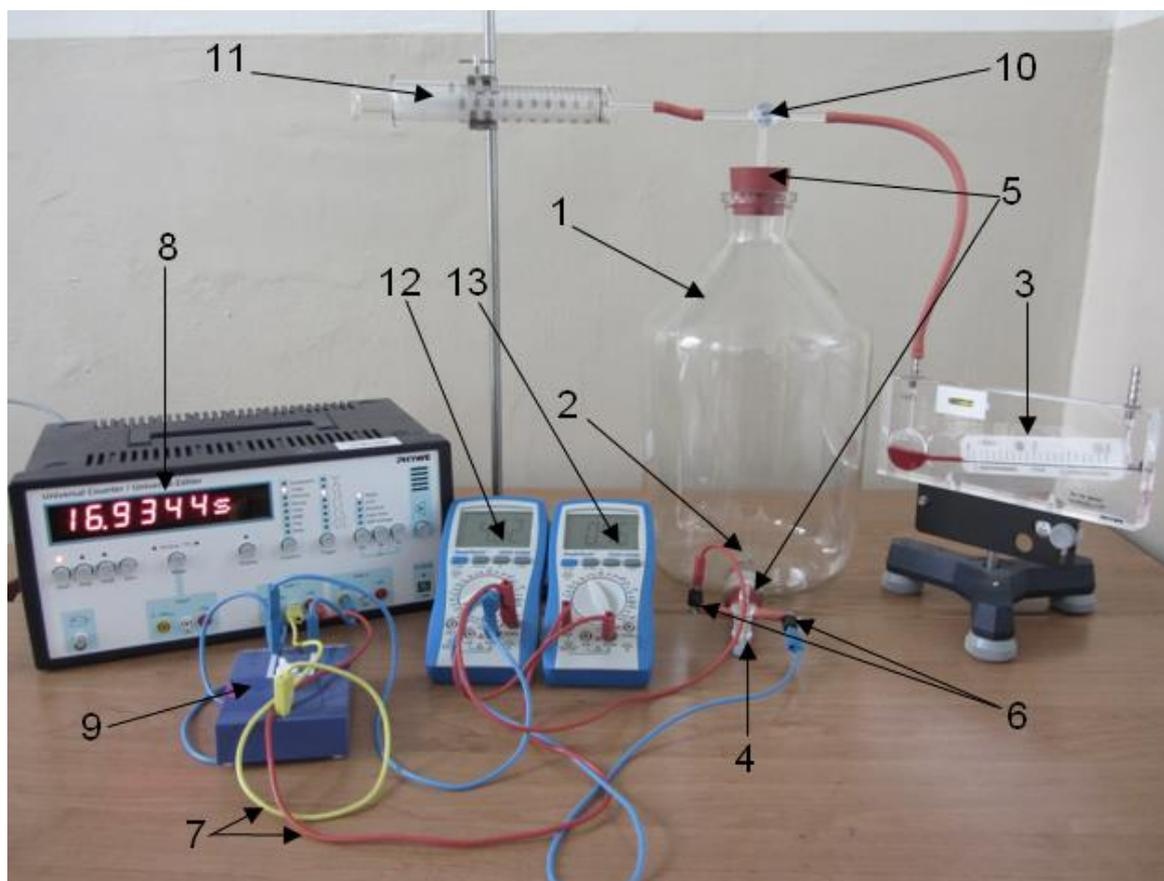

Рис. 1. Установки для измерения теплоемкостей воздуха:
Экспериментальная установка для измерения  $C_V$  и  $C_P$  показана на рис.1. Тепло сообщается газу, находящемуся в стеклянном сосуде (1), электрическим нагревателем (2), включаемым на короткое время. Увеличение температуры газа при изохорических условиях приводит к росту давления, которое измеряется манометром (3). При изобарических условиях увеличение температуры приводит к увеличению объёма газа, которое определяется с помощью газового шприца (11) с поршнем. Молярная теплоёмкость  $C_V$  и  $C_P$  вычисляется по изменению давления и объёма, соответственно. Отверстие в нижней части сосуда на рис. 1 закрыто резиновой пробкой (5), через которую проходят электроды нагревателя (6) и одноходовой кран (4). Провода (7) соединяют нагреватель с источником питания на выходе измерительного прибора (таймера) (8), который определяет время нагрева газа. В горловину сосуда вставлена резиновая пробка с трёхходовым краном (10). Для измерения давления окружающей среды к установке прилагается стандартный цифровой барометр (не показан на рисунке). Напряжение и ток через нагреватель определяются цифровым вольтметром (12) и цифровым амперметром (13).
При определении  $C_V$  по формуле (23) используется постоянная методики  $a$ , которая вычисляется следующим способом. Индикаторная трубка в манометре (3), который заполнен бензолом, на рис. 1,  $a$  имеет радиус  $r = 2$  мм. Длина столбика бензола изменяется на 1 см при изменении давления на величину  $p = 14,8$  Па. Поэтому соответствующее изменение объёма можно записать как  $\Delta V = a \cdot \Delta p$ , где  $a = \pi \cdot r^2 \left( \frac{1}{14,7} \frac{\text{см}}{\text{Па}} \right) = 8,55 \cdot 10^{-3} \frac{\text{см}^3}{\text{Па}}$
1.1. Подсоединить манометр (3) к трёхходовому крану (10) с помощью резиновой трубки (рис. 1). Манометр должен быть расположен горизонтально, а столбик жидкости – на отметке 0.
2.1. Заменить манометр на газовый шприц 11, который подсоединяются к сосуду через трёхходовой кран (10), как показано на рис. 1.